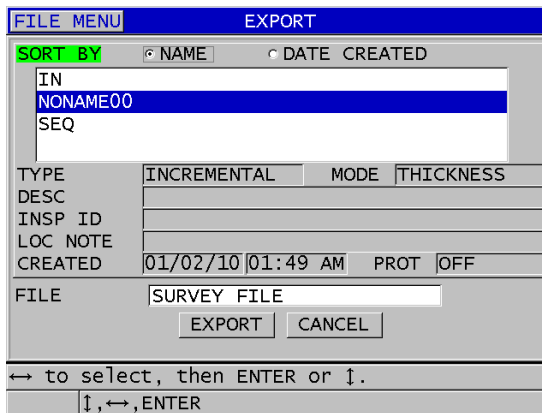

Figura 14-8 Tela EXPORT (EXPORTAR)
5. Na tela **EXPORT** (EXPORTAR) (consulte Figura 14-8 na página 288):